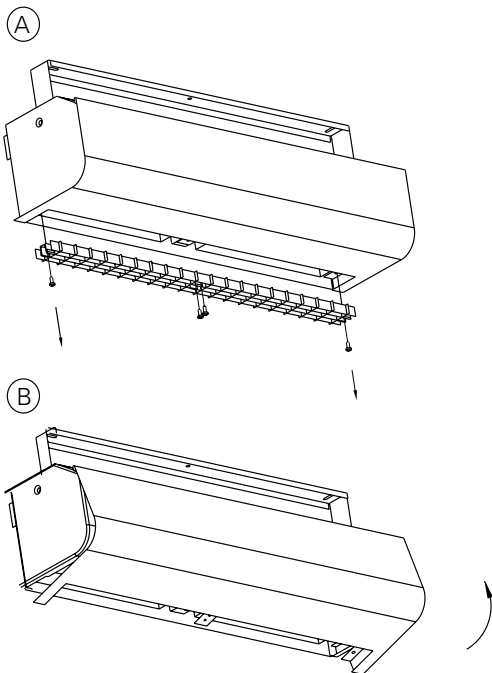

Fig. 3: To open
2. Отверните винты решетки забора воздуха и снимите ее. См. рис.3
3. Поднимите крышку см. рис.3.